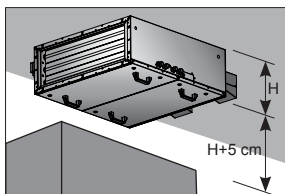

Рис. 9:
- Выберите место установки так, чтобы обеспечить удобный доступ для технического обслуживания, чистки и демонтажа. Для выполнения технического обслуживания, например, смены фильтра, расстояние между агрегатом и другими устройствами, полками или шкафами должно быть не меньше, чем высота агрегата + 5 см (см. рис. 9).